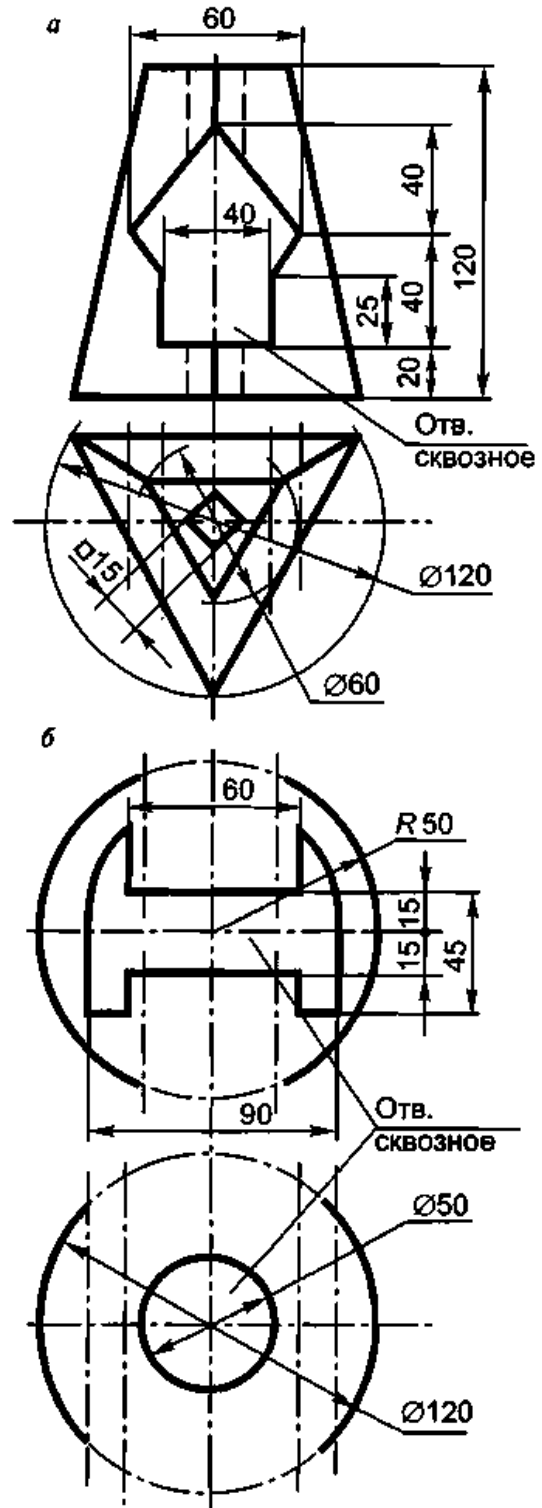

Рис. 2.38
28. Выполнить чертежи треугольной пирамиды (а) и сферы (б) с окнами в трех проекциях с тремя разрезами каждой (рис. 2.38).